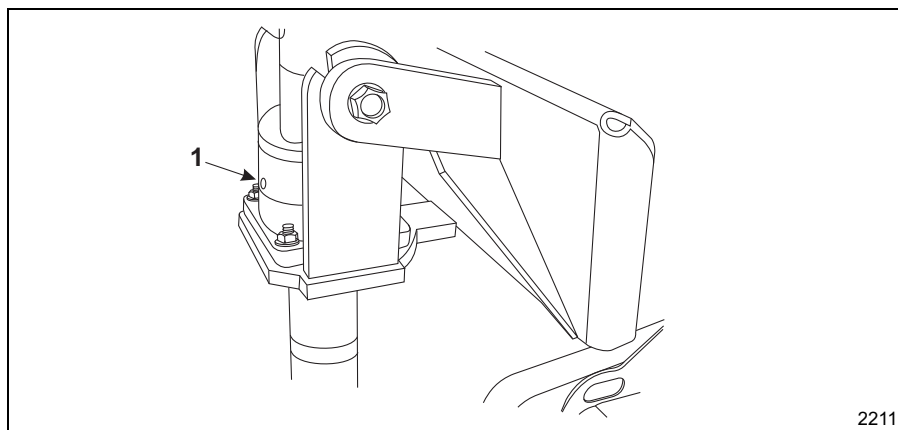

Figura 1-16 Surub Golire Ulei
Scoate surubul de golire ulei (art. 1, **Figura 1-16**). Nivelul de ulei trebuie sa fie pana la marginea inferioara a gaurii surubului de golire.
2. Scoate ambele suruburi de golire a uleiului(art.1, **Figura 1-16**), dispuse in fata si in spatele cutiei planetarei.